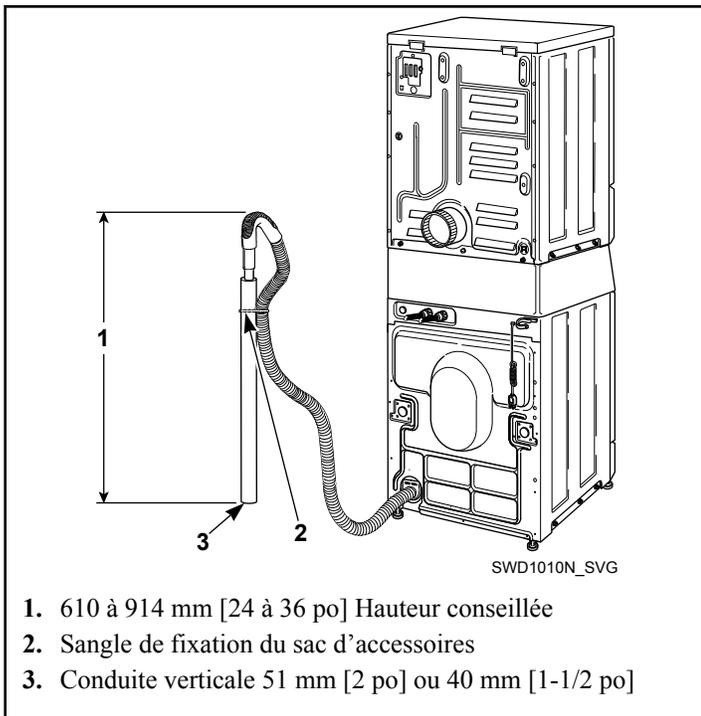

Figure 8
2. Retirer la chaînette d'arrimage du sac d'accessoires et la fixer autour de la colonne montante et du flexible de vidange. Voir la *Figure 8*.